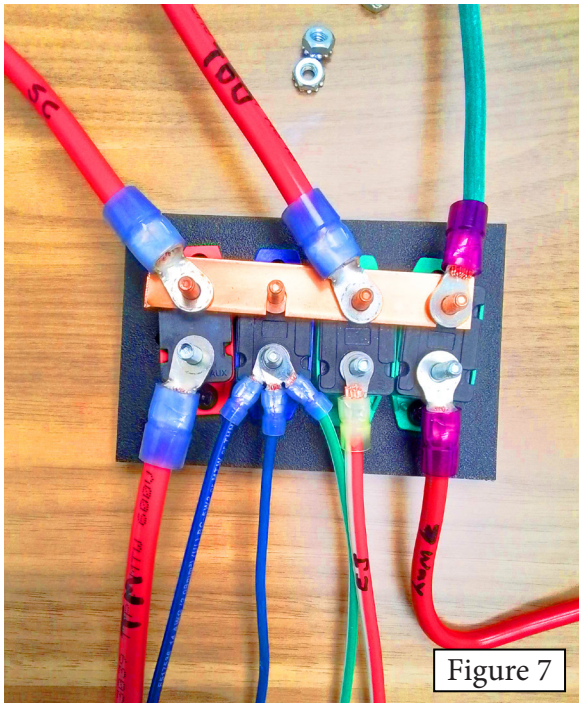
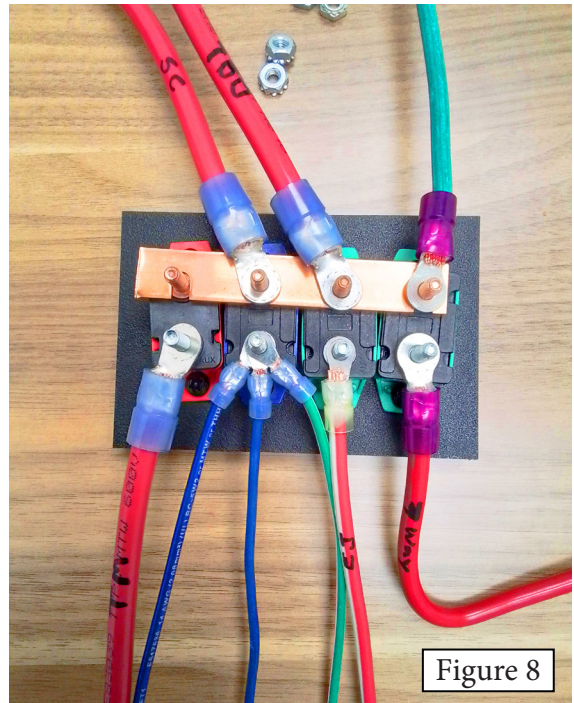

Figure 7
Figure 8
7. Déplacez le fil rouge de calibre 4,115 mm du mode déplacement, du haut (cuivre) du mini-disjoncteur de 15 ampères, vers le bas (argenté) du disjoncteur de 50 ampères (Figure 7), puis déplacez le fil rouge de calibre 4,115 mm de rechargement solaire du haut (cuivre) du disjoncteur de 50 ampères, vers le haut (cuivre) du disjoncteur 15 ampères (Figure 8).